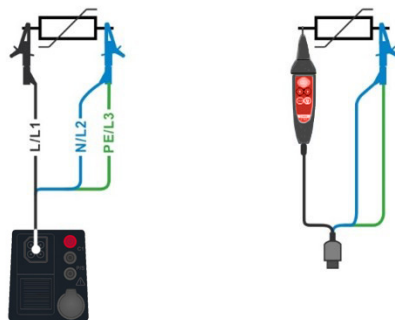

Abbildung 4.14: Anschluss der 3-Leiter-Prüfleitung und der optionalen Commander-Prüfspitze (044155)
- Schließen Sie die Prüfleitungen am Prüfobjekt an, siehe **Abbildung 4.14**.